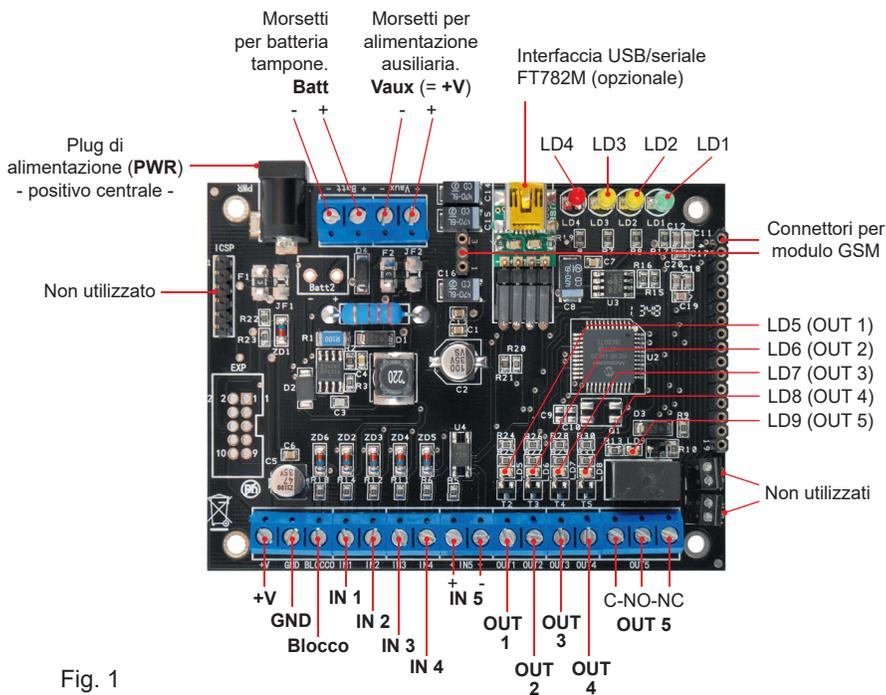

Fig. 1
- Alimentare il telecomando TDG145 esclusivamente con una tensione continua stabilizzata di 15 Vdc che deve essere applicata al plug di alimentazione "PWR" (vedi fig.1) rispettando la polarità (positivo centrale). Utilizzare un alimentatore di sicurezza a potenza limitata in grado di fornire una corrente di almeno 1 A.
Infine, i LED LD5 ... LD9, posti in prossimità della morsettiera, indicano accendendosi l'attivazione della corrispondente uscita (vedere fig. 1).